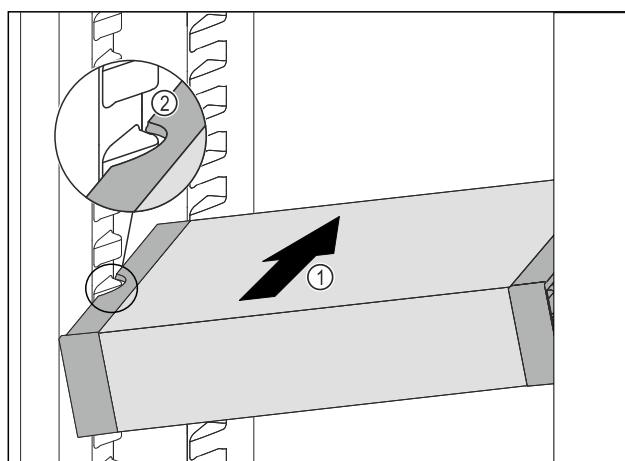

Fig. 167
- Futni pjerrtas VarioSafe në pjesën e ftohjes Fig. 167 (1), derisa foletë anësore Fig. 167 (2) të VarioSafe të jenë në lartësinë e brinjëve të kutisë në pjesën e ftohjes.